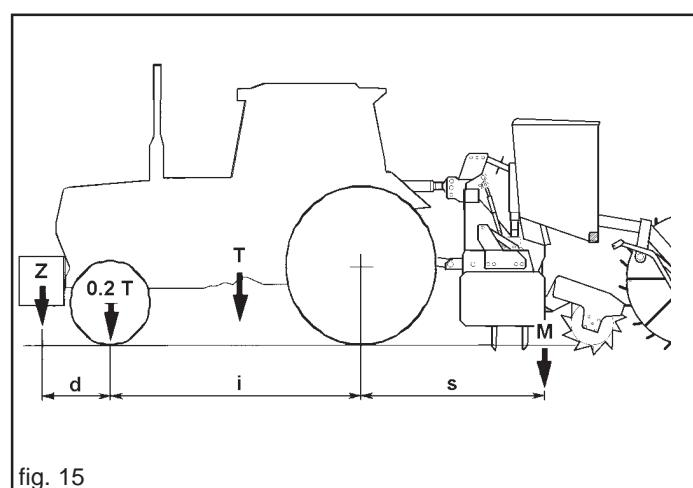

fig. 16
La boîte de vitesse se trouve sur le côté gauche du semoir et reçoit le mouvement des roues motrices. Du changement de vitesse on peut changer la vitesse aux groupes distributeurs des graines en jouant sur l'indice de régulation (A), taré sur une échelle de 1 à 50 en mode continu (Fig. 16). Lâcher la poignée (B) et, en utilisant la même, (C) placer l'indice en correspondance du valeur déterminé. Serrer la poignée (B) pour bloquer la position.